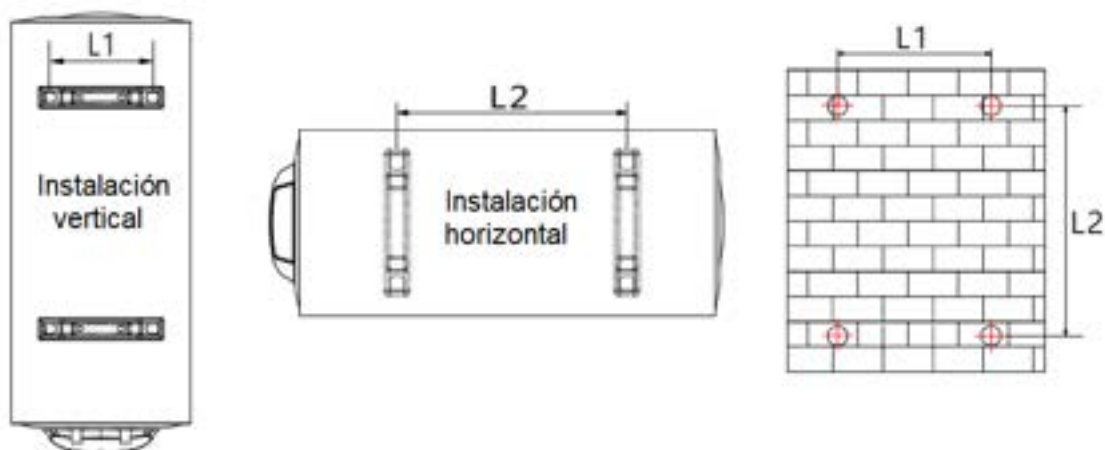

Figura 5
- Procedimiento de montaje: tras seleccionar la posición adecuada, utilice el perno de expansión para fijar firmemente la placa de suspensión y, a continuación, cuelgue el calentador de agua (Figura 5).